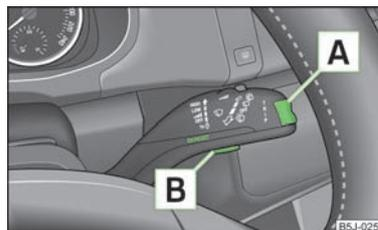

Fig. 6
La commutazione delle memorie si effettua con il tasto  » fig. 6 sulla leva del tergicristallo.
Il tasto a bilico  » fig. 6 ed il tasto  sono disposti sulla leva del tergicristallo.
» Toccare il tasto  » fig. 6
» Premere brevemente il tasto a bilico  » fig. 6 verso l'alto o verso il basso. In questo modo si attiveranno l'una dopo l'altra le singole funzioni del display multifunzione.
» Tenere premuto per più di 1 secondo il tasto  » fig. 6.
Se la temperatura esterna scende sotto i +4°C, prima del valore della temperatura viene visualizzato il simbolo di un fiocco di neve (avvertimento per fondo stradale gelato) e viene emesso un segnale acustico. Dopo avere premuto il tasto a bilico **A** sarà visualizzata la funzione visualizzata per ultima » fig. 6.
Sul display compare il tempo trascorso al volante dall'ultima cancellazione della memoria. Se si desidera misurare la distanza già percorsa a partire da un preciso momento, in tale momento occorre azzerare la memoria, premendo il tasto **B** » fig. 6.
Se si intende misurare il consumo di carburante medio per un determinato periodo di tempo, occorre azzerare previamente la memoria premendo il tasto **B** sulla leva del tergicristallo » fig. 6. Dopo aver cancellato la memoria, per i primi 300 metri sul display sarà visualizzata una serie di trattini.
Sul display compare la distanza percorsa dall'ultima cancellazione della memoria » pagina 15. Se si desidera misurare la distanza già percorsa a partire da un preciso momento, in tale momento occorre azzerare la memoria, premendo il tasto **B** » fig. 6.
Nel display sarà visualizzato il consumo medio di carburante in l/100 km » pagina 15 a partire dall'ultimo azzeramento della memoria. Se si intende misurare la velocità media per un determinato periodo di tempo, occorre azzerare previamente la memoria premendo il tasto **B** sulla leva del tergicristallo » fig. 6.
- » Con il tasto **A** » fig. 6 selezionare la voce di menu **Avviso di superamento della velocità**.
- Con il tasto **A** » fig. 6 selezionare la voce di menu **Avviso di superamento della velocità**.